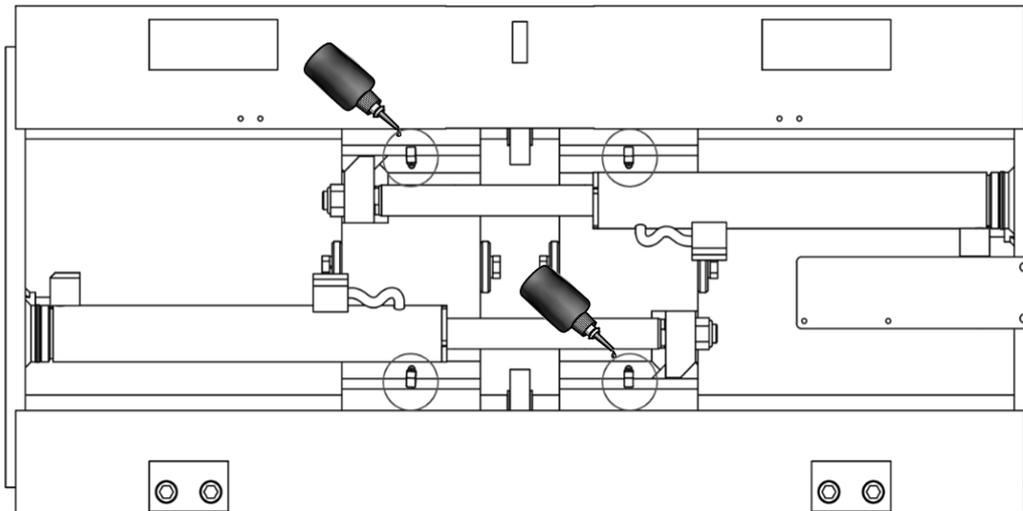
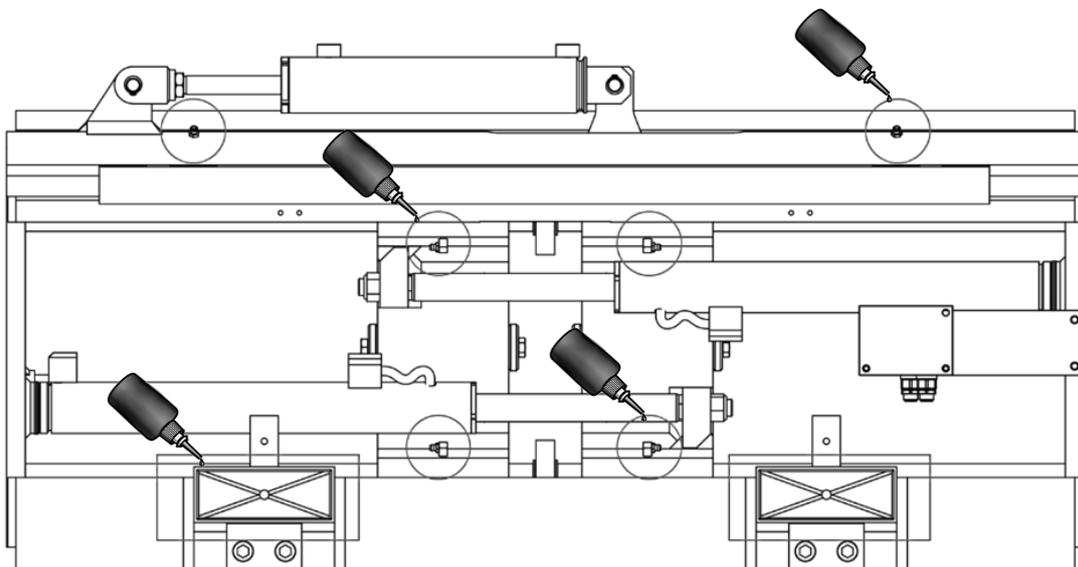

Abbildung 26
Abbildung 27
1. Schmieren Sie alle gleitenden Teile durch die dafür vorgesehenen Schmiernippel (siehe *Abbildung 26* und *Abbildung 27*).
2. Schmieren Sie die unteren Gleitstücke und die entsprechende Gleitoberfläche (siehe *Abbildung 27*, gültig für Zinkenverstellgeräte mit SLS separatem Seitenschub).